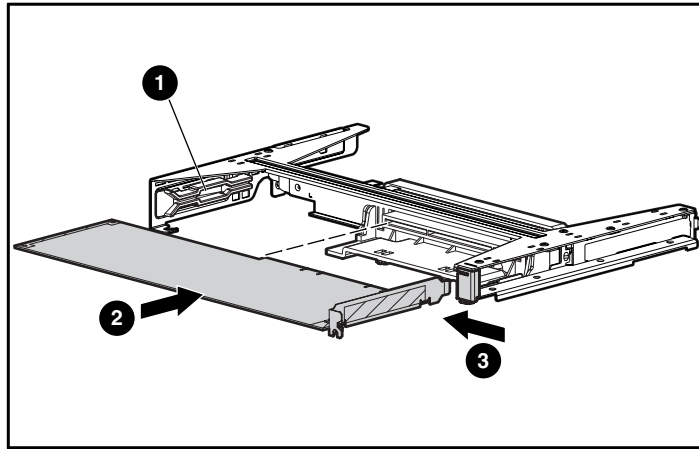

Figure 3-21. Insertion d'une carte d'extension dans le connecteur d'extension 1
6. Pour installer une carte d'extension dans le connecteur 1 (Figure 3-21) :
- a. Alignez la carte d'extension avec la marque de guidage du connecteur ❶.
- b. Faites glisser la carte d'extension dans le connecteur et assurez-vous que la carte est bien mise en place ❷.
- c. Remettez le clip de blocage de la carte d'extension en le faisant glisser ❸ et en fixant l'extrémité de la carte d'extension à l'ensemble.